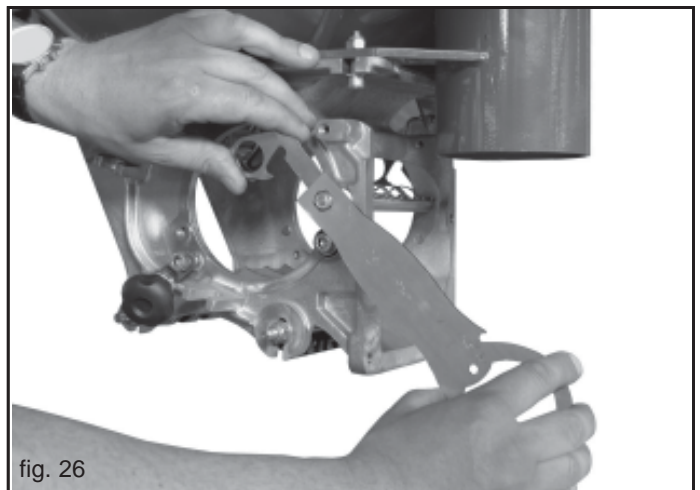

fig. 26
- 3) Allentare i dadi M8 (Fig. 26) con la chiave multiuso in dotazione.